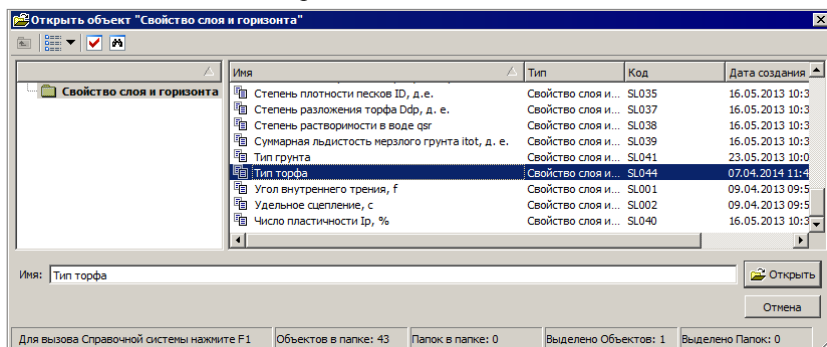

Рис.7.5
- Кнопка в поле параметра **Выбор свойства для определения типа торфа** открывает диалог, в котором необходимо выбрать семантическое свойство *Тип торфа* (рис. 7.5). Это свойство является ключом для связи с геологическим строением проекта геологии (вода имеет значение 6, торф типа ПШБ–5, ПША–4, П–3, ПБ–2, ПА–1, минеральное дно – 0).